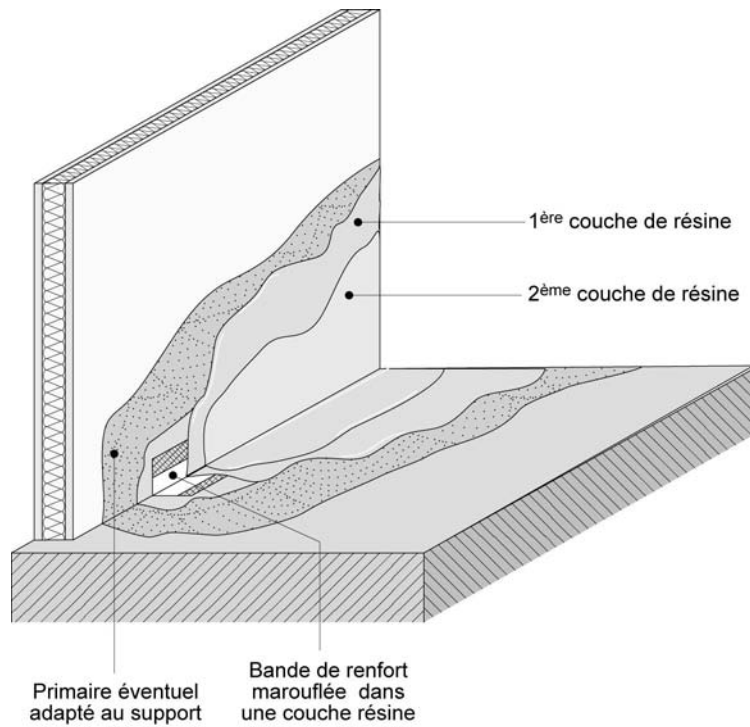

Figure 2 - Raccordement sol-paroi verticale : cas d'un carrelage au sol et sur la paroi.
4.21 Raccordement sol-paroi verticale (figure 2)